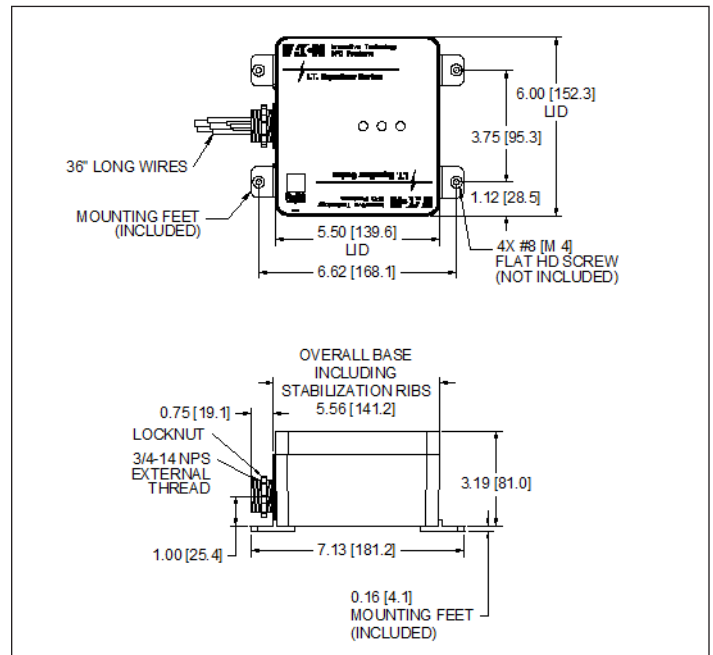

Imagen 4. Dimensiones de la caja P1 con patas de montaje.
2. Compruebe que haya suficiente espacio para instalar el Equalizer 2. Consulte la Imagen 4 y 5 para ver las dimensiones.
Las patas de montaje se fijan en la parte inferior de la caja con los tornillos suministrados (las piezas para montar las patas a una pared no están incluidas). Vea la Imagen 4 y 5.